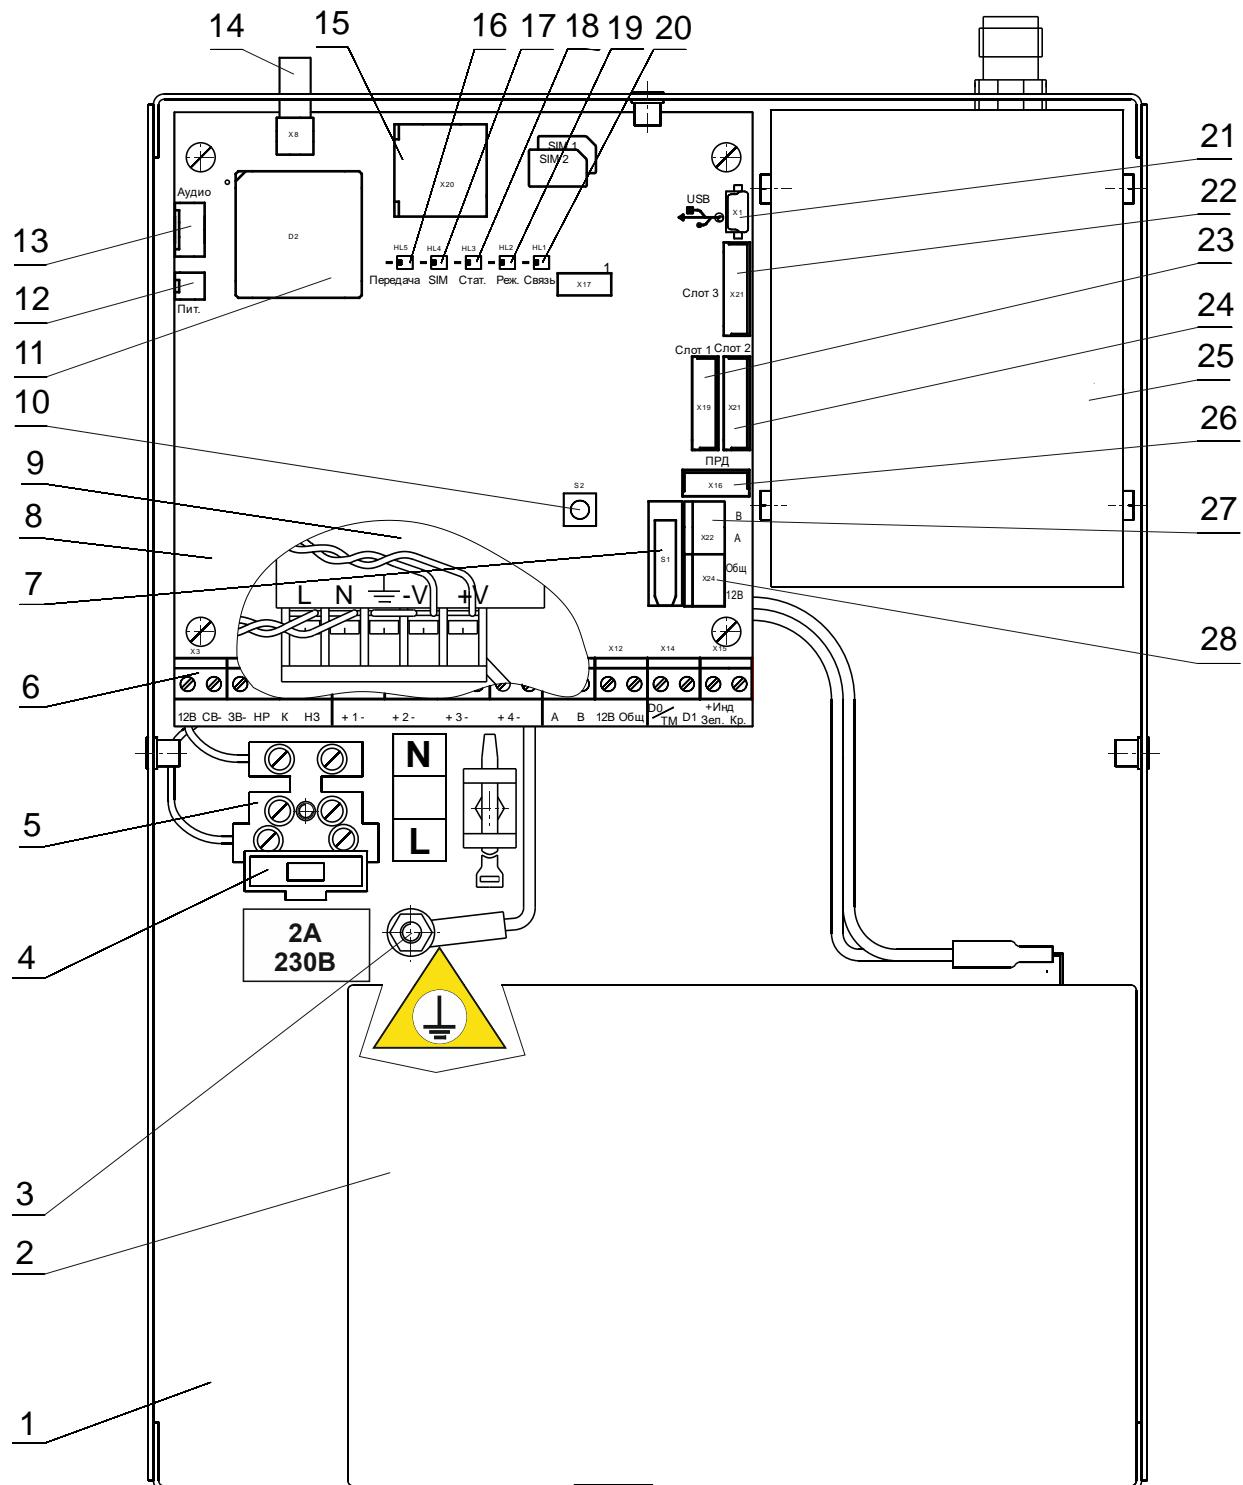
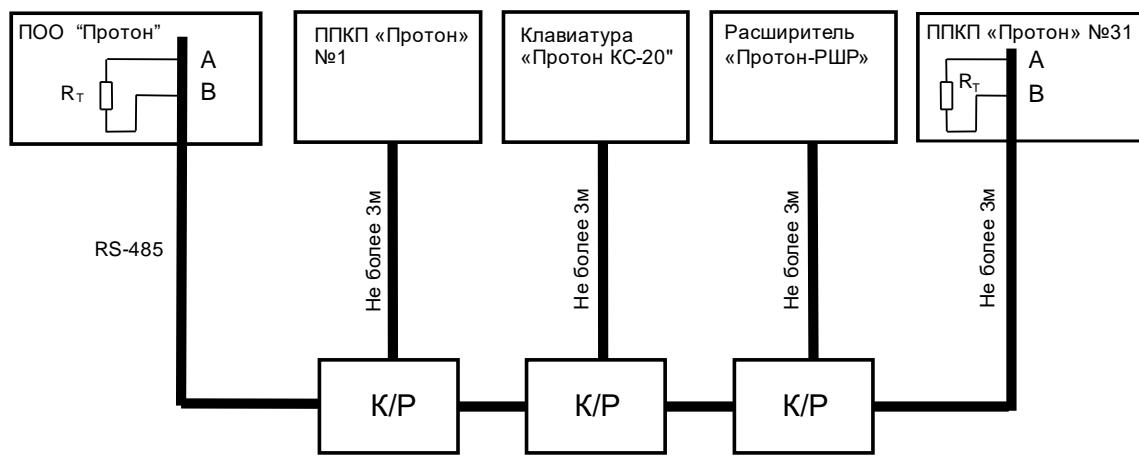

Рисунок 1
Рисунок 5
3.3.1 К линии № 1 (входы «A», «B», «12В», «Общ» см. рисунок 1, поз. 6) подключаются приборы ПОО/ППКП «Протон» в режиме ППКП - для увеличения количества шлейфов, а также клавиатуры «Протон КС-20» и расширители РШР в количестве до 32 устройств (рисунок 5).
3.3.2 К линии № 2 (входы «A», «B», «12В», «Общ», см. рисунок 1, поз. 27, 28) подключается объектовая система охранной и пожарной сигнализации стороннего производителя. По линии может осуществляться прием извещений от: